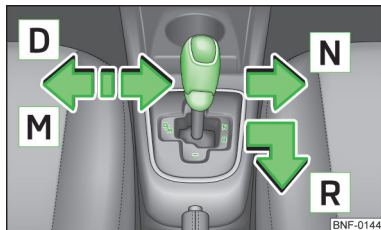

Fig. 72
- Apăsați maneta selectorului de viteze în poziția amortizată, în sensul săgeții, în sus spre stânga » fig. 72 la pagina 70 și selectați poziția **D**.
- Aduceți maneta selectorului de viteze în sensul săgeții, înspre dreapta, » fig. 72 la pagina 70 în poziția **N**.